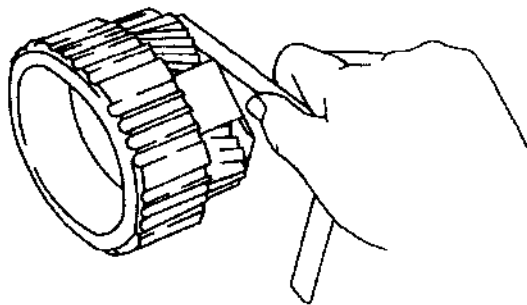

图 5.22 检查行星齿轮与行星架之间的间隙检查
② 检查行星齿轮与行星架之间的间隙。如图 5.22 所示，其标准间隙为 $0.2\text{mm} \sim 0.6\text{mm}$ ，最大不得超过 1.0mm ，否则应更换止推垫片或行星架及行星齿轮组件。
③ 检查太阳轮、行星架、齿圈等零件的轴颈或滑动轴承处有无磨损，如有异常，则应更换新件。
④ 检查单向离合器、滚柱有无破损，滚柱保持架有无断裂或内外圈滚道是否磨损起槽，若有则应更换新件；若在锁止方向上出现打滑或在自由转动方向上有卡滞现象，也应更换新件。